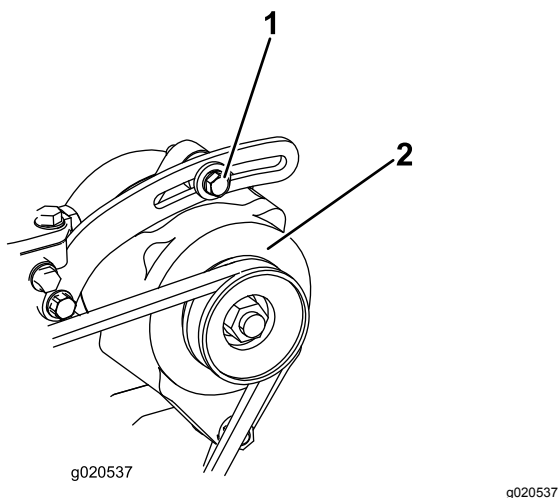

Рисунок 78
2. Ослабьте болты крепления генератора (Рисунок 78).